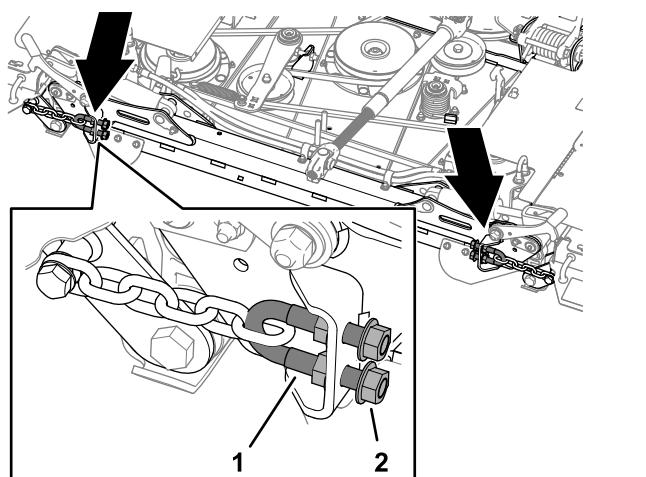

Figura 31
4. Na parte frontal da plataforma, desaperte totalmente as porcas flangeadas serradas exteriores que prendem as quatro cavilhas em U (Figura 31).